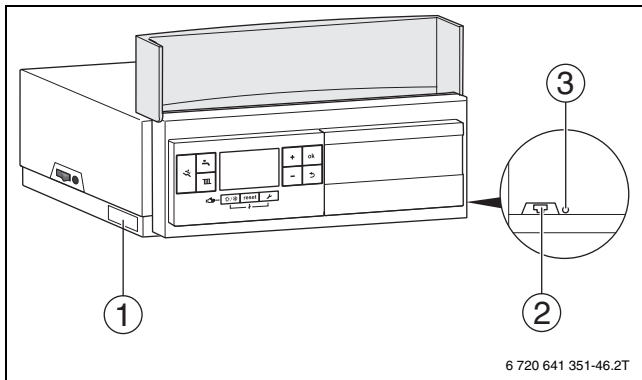

Fig. 18 Connettore di rete del Logamatic MC100 con modulo IP
- Inserire il nome di login preimpostato e la password. I dati di login (dati di registrazione) sono stampati sulla targhetta identificativa del modulo IP (→ fig. 18, [1]).
- ▶ Tenere premuto il tasto Reset del modulo IP (→ fig. 18, [3]) con un oggetto adatto (ad es. una biro) per almeno 5 secondi. I dati di login impostati di fabbrica vengono recuperati.